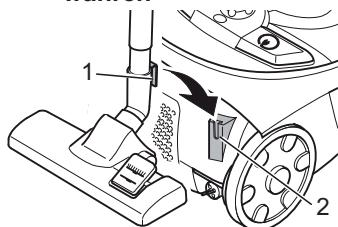

Abb. 14
- Zum **Abstellen** oder bei Arbeitspausen können Sie den Parkhaken (Abb. 14/1) der Bodendüse in die Parkhalterung (Abb. 14/2) einhängen. Vorher müssen Sie das Teleskoprohr vollständig versenken.